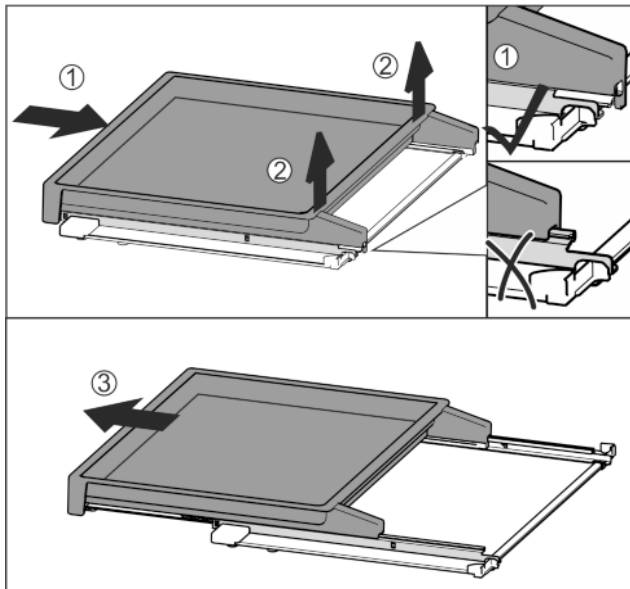

Fig. 37
- ▶ Lükake väljatõmbetahvel täiesti sisse Fig. 37 (1).
- ▶ Vabastage fikseering tagumisel küljel Fig. 37 (2).
- ▶ Võtke väljatõmbetahvel ettepoole välja Fig. 37 (3).